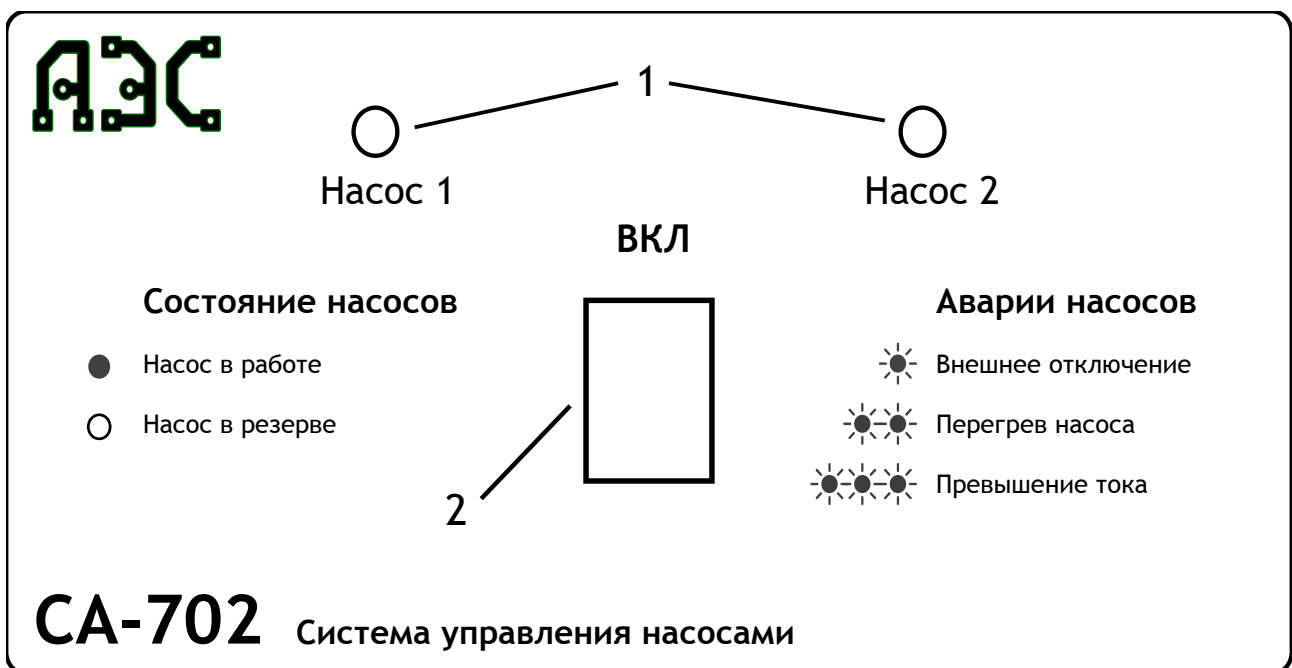

Рисунок 1 - Лицевая панель прибора
#### **5.1 Лицевая панель прибора (рис. 1)**
- **включение основного насоса** осуществляется при помощи основного выключателя (рис. 1, поз. 1). В момент включения на 0,5 сек. Загораются оба индикатора, затем в течении 3 сек. Мигает индикатор насоса, который должен включиться в соответствии с алгоритмом работы системы (основной насос). В случае отсутствия сигналов защитного отключения запускается двигатель основного насоса и его индикатор светится постоянно. Для выбора другого насоса в качестве основного необходимо произвести повторный пуск прибора отключением и включением основного выключателя;